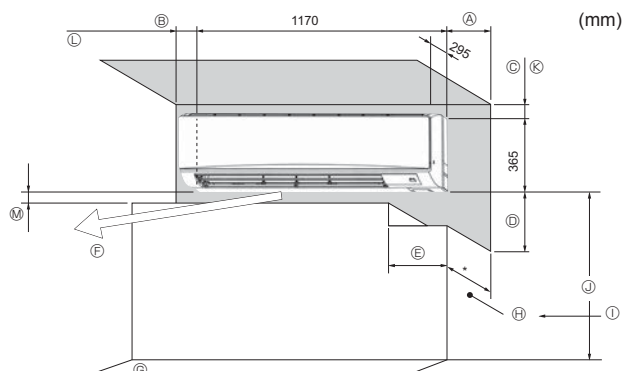

Fig. 2-1
2.1. Außenabmessungen (Innenanlage) (Fig. 2-1)
Zur Auswahlabmessungen (Innenanmaße) (Fig. 2-1)